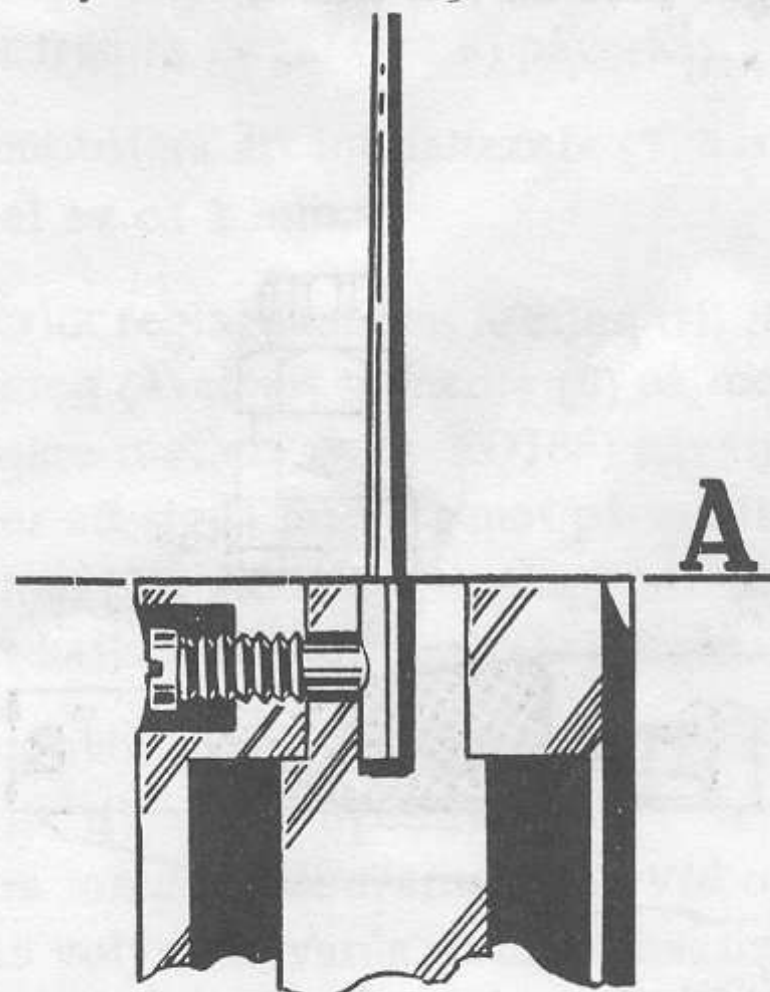

Bild F4 Bränslenålens läge i vakuumkolv
2. Då ny bränslenål monteras skall nål med samma bokstavsbezeichnung monteras. Bränslenålen skall monteras så att övergången mellan koniska nålen och cylindriska delen ligger i plan med vakuumkolvens undersida. Se A Bild F4.